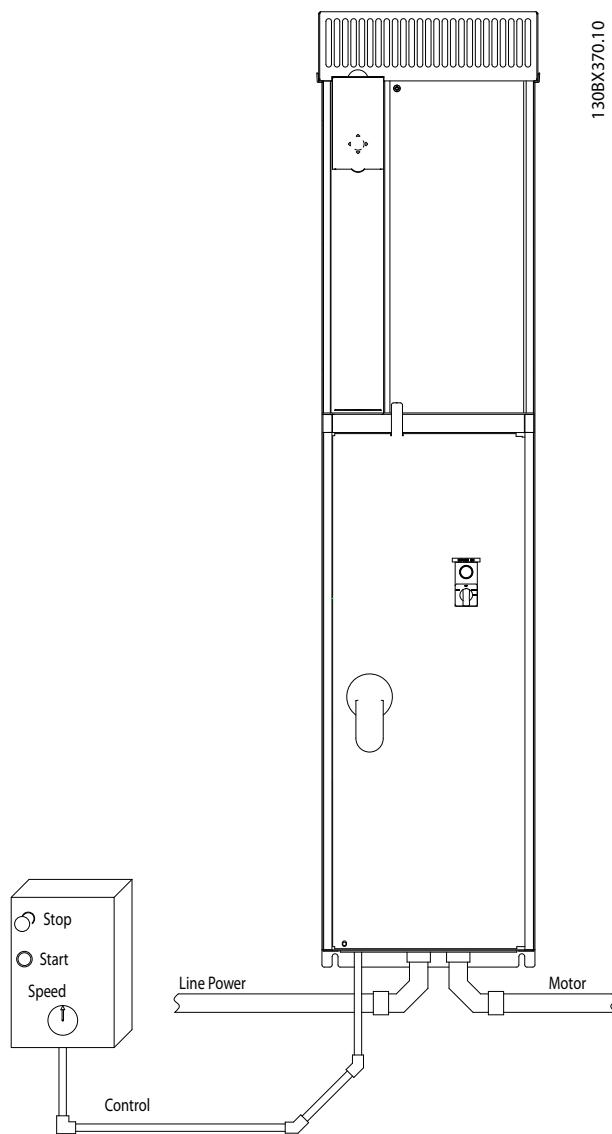

图 2.3 使用线管执行正确电气安装的示例
- 由于电动机线路带有高频电流, 因此主电源、电动机功率以及控制线路必须单独布线。请使用金属线管或单独的屏蔽线。请参阅 图 2.3。如果不隔离功率、电动机和控制线路, 将可能影响设备的性能。